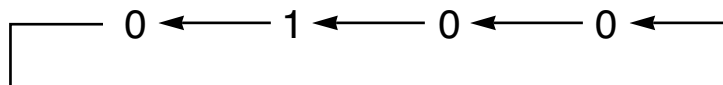

Abb. 7.1.5
- 2.3 Mit den Tasten Δ , ∇ und \triangleleft die Sperrung "Daten setzen" auf "0000" stellen. Ein Beispiel, wie die Einstellung von "0100" geändert wird, ist unten gezeigt. Die Taste \triangleleft drücken, um das hell aufleuchtende Digit bis zur Hunderterstelle zu verschieben. Das hell aufleuchtende Digit wird jedes Mal wie in Abb. 7.1.5 gezeigt verschoben, wenn die Taste \triangleleft gedrückt wird: